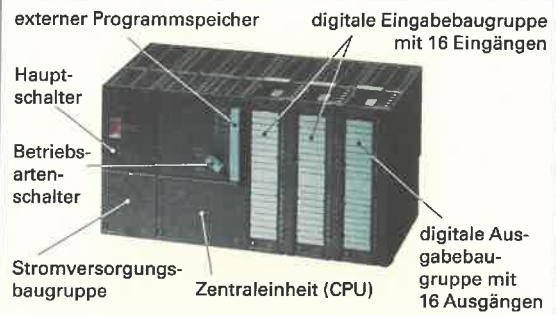

Bild 1: Automatisierungssystem
Speicherprogrammierbare Steuerungen (SPS) ersetzen zunehmend verdrahtete Steuerungen, auch Verbindungsprogrammierte Steuerungen (VPS) genannt. Der zentrale Bestandteil einer SPS ist das Automatisierungs-System (AS). Das Automatisierungssystem (**Bild 1**) besteht aus Zentraleinheit (CPU), den Ein- und Ausgabebaugruppen und der Stromversorgung. Die Zentraleinheit benötigt ein Programm, welches auf einem Programmiergerät (PG) erstellt wird. Dazu werden verschiedene Programmiersprachen zur Auswahl gestellt.